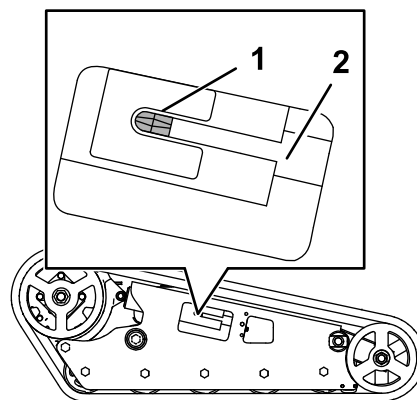

Figura 59
13. Usando una llave de carraca de 1/2", gire el tornillo tensor en sentido antihorario hasta que esté apretado del todo (Figura 59).
21. Compruebe que el bloque tensor está apretado del todo (Figura 59).